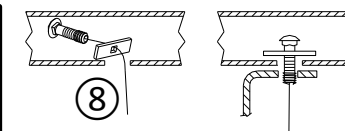

Figure 2
- Enlever le carénage inférieur (partie en plastique)** - Utiliser une douille Torx T10 pour retirer deux (2) vis en plastique et deux (2) languettes dans le bas du carénage inférieur. Utiliser un écarteur en plastique ou un tournevis à lame plate pour détacher toutes les languettes derrière le carénage inférieur. Enlever le carénage inférieur.
- Abaisser le support d'échappement** - Utiliser une douille 13 mm pour retirer un (1) boulon de la ferrure du support d'échappement de chaque côté et abaisser le silencieux temporairement. Utiliser un support ou un cordon élastique (bungee) pour éviter d'endommager le silencieux.
- Retirer les boulons du pare-chocs inférieur** - Utiliser une douille 13 mm pour retirer quatre (4) boulons d'origine M8 de la partie inférieure de la poutre de pare-chocs. Remettre les pièces au propriétaire.
- Installer l'attelage** - (a) À l'aide de la méthode du fil de tirage inversée, acheminer les boulons de carrosserie ① et l'espaceur ② à travers les fentes dans le bas des longerons, comme illustré à la **Figure 2**. Laisser la visserie attachée aux fils de tirage. (b) Avec du ruban adhésif, fixer quatre (4) espaceurs 1/4 po ⑥ sur le côté avant des supports d'attelage et aligner le trou de l'espaceur sur la fente de l'attelage, comme illustré à la **Figure 1**. (c) Soulever l'attelage en position, par-dessus l'échappement, puis acheminer les fils de tirage précédemment installés à travers les trous de l'attelage. (d) Retirer les fils de tirage et poser lâchement une rondelle conique 1/2 po ③ et un écrou hexagonal ④ sur le boulon de carrosserie. Plier le bord de l'écran thermique au besoin. (e) Poser lâchement quatre (4) boulons M8 ⑤ et quatre (4) rondelles coniques 3/8 po ⑦ sur les écrous soudés existants du pare-chocs inférieur, voir la **Figure 1**.
3. Retirer les boulons du pare-chocs inférieur - Utiliser une douille 13 mm pour retirer quatre (4) boulons d'origine M8 de la partie inférieure de la poutre de pare-chocs. Remettre les pièces au propriétaire.
4. Installer l'attelage - (a) À l'aide de la méthode du fil de tirage inversée, acheminer le boulons de carrosserie ① et l'espaceur ② à travers les fentes dans le bas des longerons, comme illustré à la **Figure 2**. Laisser la visserie attachée aux fils de tirage.